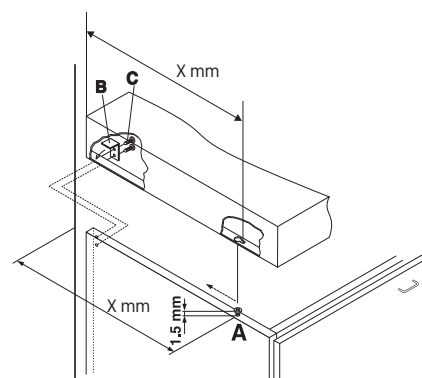

Fig.5
Pour la fixation des tables, procéder comme suit (fig. 5):
- visser au meuble les 2 vis "A" (fournies), veiller au respect des distances indiquées figure 5 et laisser les têtes de vis dépasser du bois de 1,5 mm;